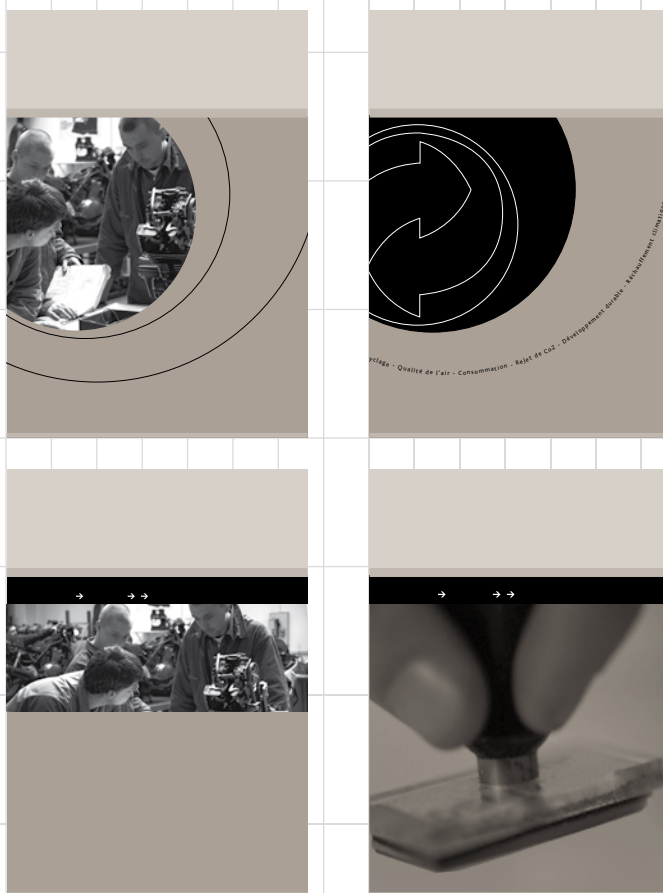

fig. 7 - les visuels
5. Les visuels d'accompagnement (fig. 7)